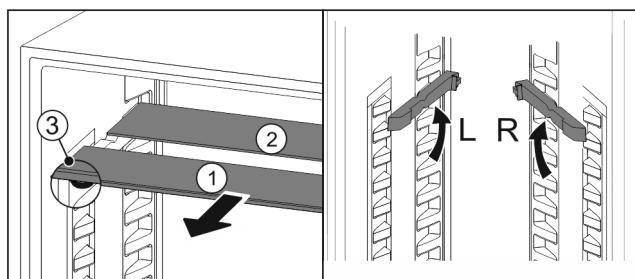

Fig. 131
- Издърпайте Fig. 131 (1) поотделно стъклените площи напред.
- Стъклената плоча Fig. 131 (1) с декоративната лайстна е отпред.
- Ограничителите Fig. 131 (3) сочат надолу.